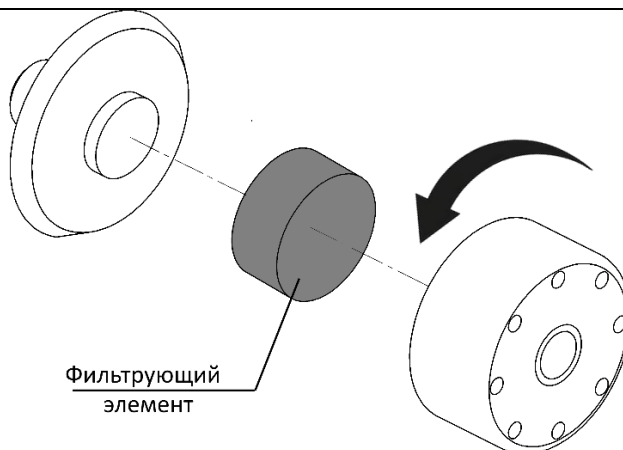

Рисунок 8
Через каждые 600 часов работы или чаще по результатам внешнего осмотра (появление загрязнения с внутренней стороны фильтрующего элемента или изменение его цвета) заменяйте воздушный фильтр (фильтрующий элемент) (рисунок 8). Для этого выполните следующие действия:
- Снимите крышку воздушного фильтра (рисунок 8), провернув ее против часовой стрелки.